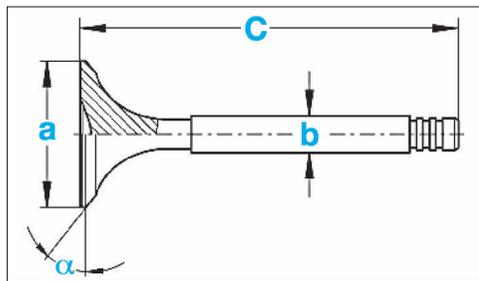

FIG. 2
**Caractéristiques des soupapes (Fig.2)**